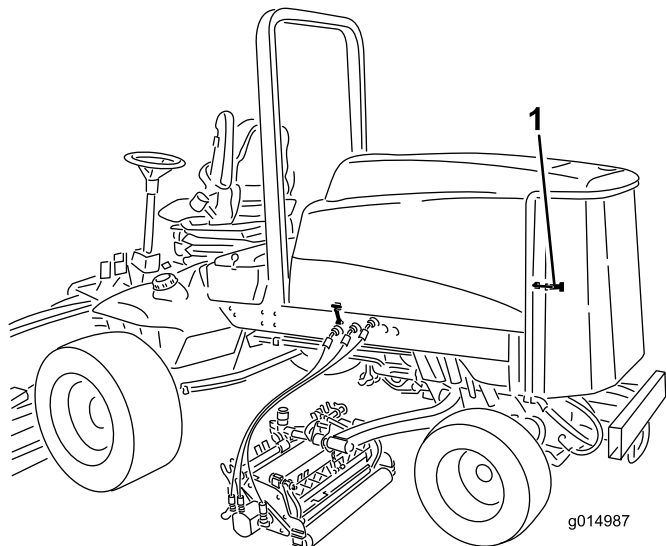

図 76
1. 後スクリーン（図 76）のラッチをはずして後部を開ける。スクリーンを丁寧に清掃する。